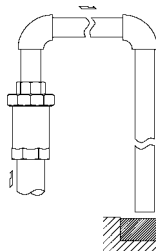

Abbildung 2
5. Die Austrittsleitung in eine Abwasserrinne oder -grube führen. Das Ende der Austrittsleitung darf nicht in Wasser eintauchen, da sonst bei Betriebsunterbrechungen Wasser und Schmutz eingesaugt werden kann (Abbildung 2).